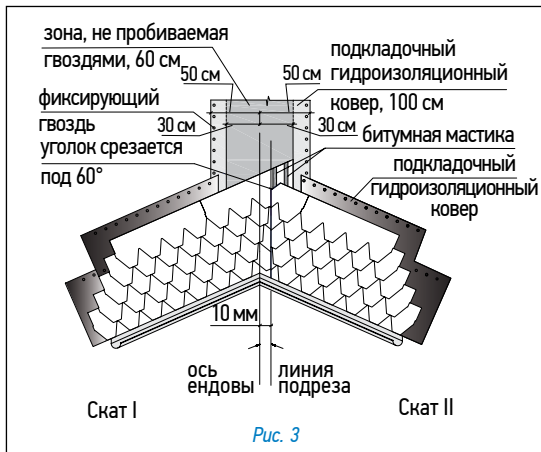

Рис. 3
### Ендова (рис. 3)
- лист, подходящий к ендове со ската II, должен доходить до линии подрезки и обрезаться по ней. Верхний уголок обрезанного края листа подрезается под углом 60° (5 x 3 см – рис. 3);